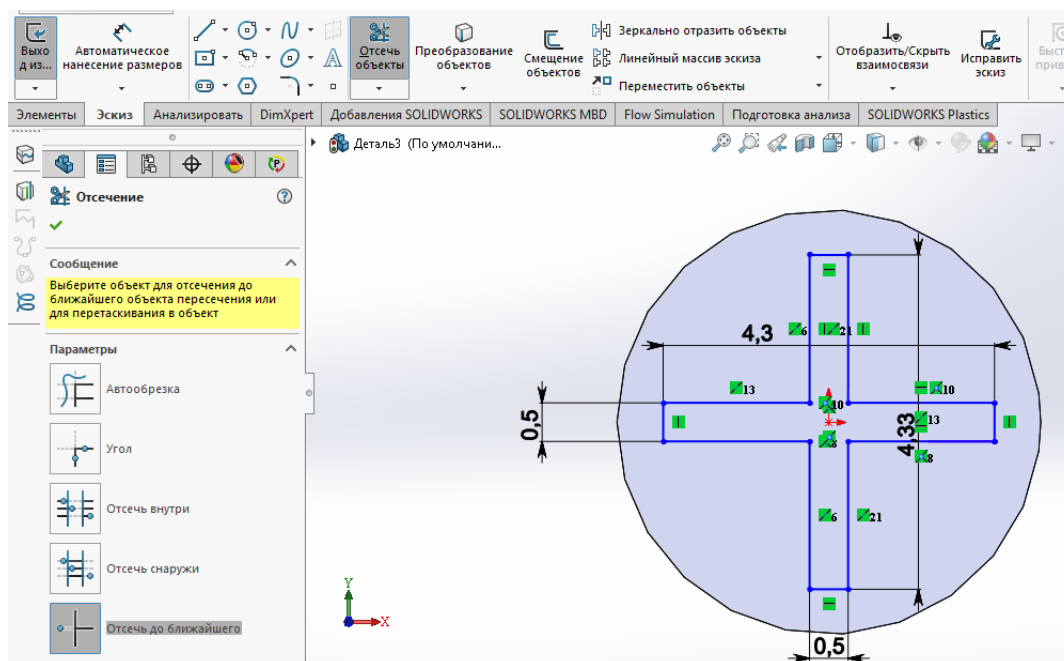

Рисунок 15 – отсекание лишних объектов
18. На панели инструментов выбрать «Отсечь объекты» и удалить лишние элементы, чтобы контуры не пересекались и выйти из режима эскиза. Рисунок 15.